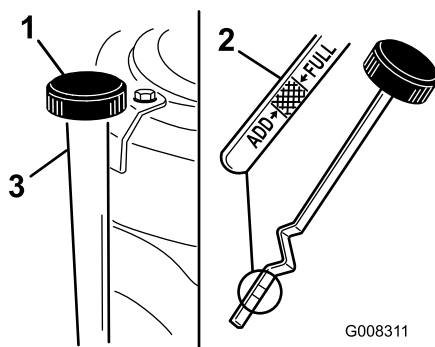

Figura 23
7. Pulite attorno all'asta di livello (Figura 23) in modo che la morchia non possa penetrare nel foro di rifornimento e danneggiare il motore.
8. Svitare l'asta di livello dell'olio e pulite l'estremità metallica (Figura 23).
9. Infilate a fondo l'asta di livello nel bocchettone di rifornimento (Figura 23).
11. Pulite la zona circostante l'asta di livello e svitate il tappo (Figura 23).
12. Versate lentamente nel tubo di rifornimento (Figura 23) l'80% circa dell'olio motore. Vedere Cambio dell'olio motore.